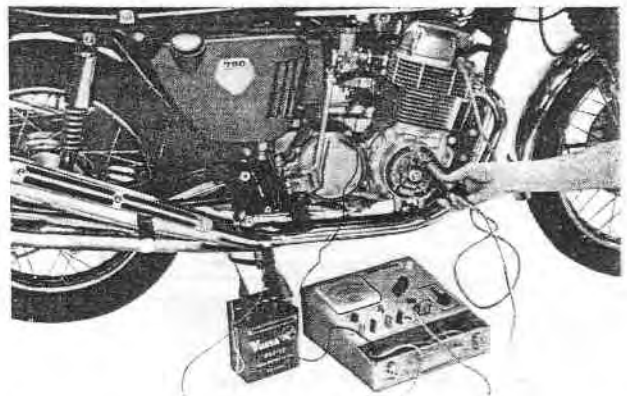

Fig. 7-2
1. Brancher le cablage d'alimentation sur la batterie et mettre le fil de masse noir à la masse. (Fig. 7-2)